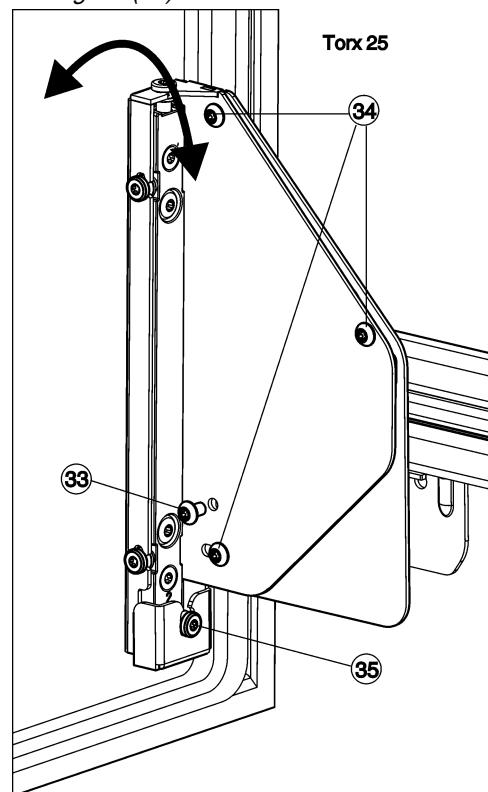

Fig. 27
- Dévisser entièrement les vis Fig. 27 (33).
- Les vis Fig. 27 (33) ne sont plus nécessaires, vous pouvez vous en débarrasser.
- Desserrer les vis Fig. 27 (34) d'1 à 2 tours.
- Tourner la vis d'ajustement Fig. 27 (35). Dans le sens des aiguilles d'une montre : la porte s'incline en s'éloignant du corps de l'appareil. Dans le sens contraire des aiguilles d'une montre : la porte s'incline vers l'appareil et s'éloigne du corps de l'appareil en bas.
- Revisser toutes les vis Fig. 27 (34) à fond après l'ajustement de l'inclinaison.